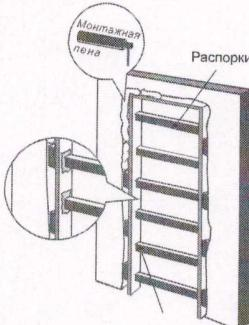

Рис. 11
5.4 После точной установки дверной коробки, более жестко закрепите ее в стене, подбив равномерно клинья, но, не допуская искривления элементов коробки. Установите в проеме распорки, аккуратно через прокладки из гофрокартона упаковки, чтобы не повредить лицевую поверхность (рис.11).